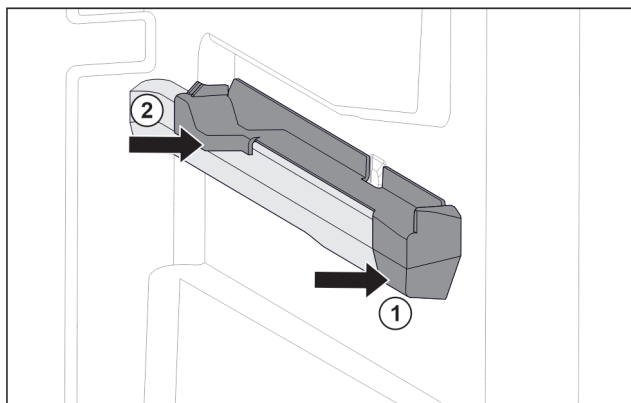

Fig. 79 Élément emboîtable sur la nervure de récipient droite
- Poser le devant de l'élément emboîtable contre la nervure de récipient. Fig. 79 (1)
- Enfoncer l'arrière de l'élément emboîtable. Fig. 79 (2)